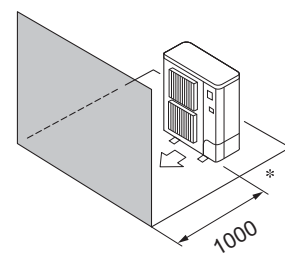

Fig. 3-8
- ④ Obstáculos apenas na parte da frente (Fig. 3-8)